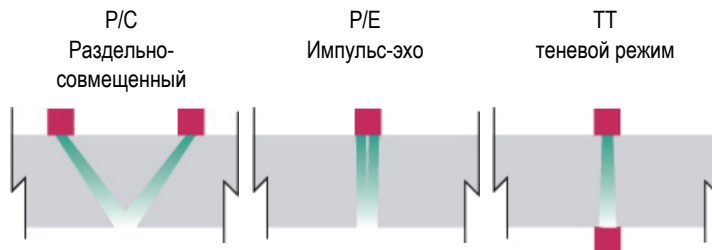

Рис. 6-1 Выбор режима передачи/приема
2. Из списка **Настр. УЗ > Генератор > Режим Тх/Rx** выберите нужный режим передачи/приема (см. Рис. 6-1 на стр. 156).